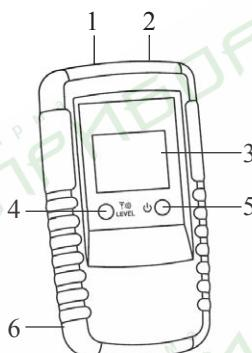

Рис. 2
Подключите к гнезду передатчика (с помощью поставляемых в комплекте проводов и зажимов) один проводник. В этом режиме передатчик питается от батареи. Благодаря генерируемому передатчиком высокочастотному сигналу может быть трассирован один проводник. Заземлите второй вывод передатчика (гнездо «СОМ» рис. 2). Типичным примером заземления может быть заземлённая розетка. Глубина трассировки в данном режиме составляет от 0 до 2 метров.
- b. Подключите передатчик в соответствии с рисунком 9. Провод, подключённый к гнезду «COM» (см. рис. 2), должен быть заземлён.
- b. Подключите передатчик в соответствии с рисунком 10. Провод, подключённый к гнезду «СОМ» (см. рис. 2), а также все неисследуемые проводники кабеля должны быть заземлены.⁴